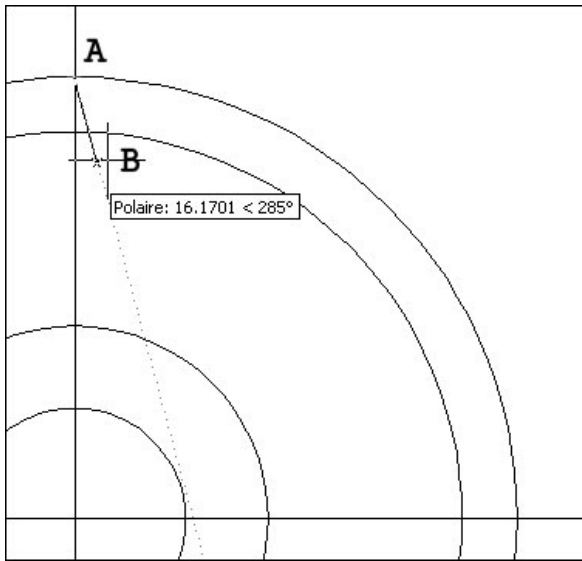

Fig.5.19
- 4 Tracer le segment AB qui fait un angle de 15° avec la verticale (fig.5.19).